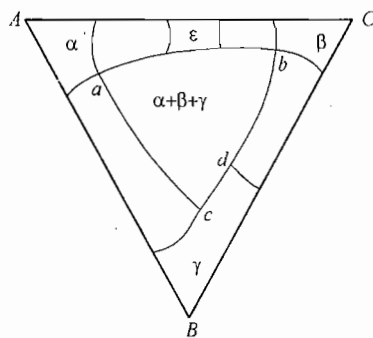

图 42-5 第四题第 3 小题第 (2) 题图
(2) 图 42-5 为三元系相图的某温度下的水平截面图。请在改动量最少的前提下改正图中的错误之处, 并附以简单说明。